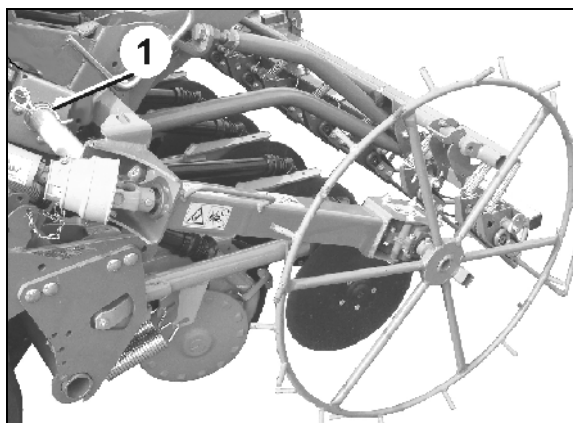

Рис. 94
3. Опустите колесо с почвозацепами и зафиксируйте его пружинным зажимом (Рис. 94/1).